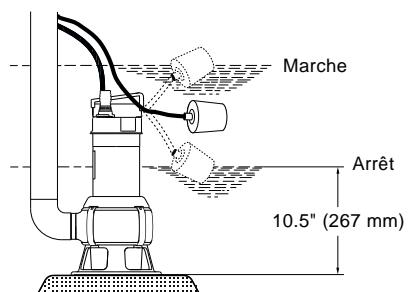

Fig. 6 Niveaux marche/arrêt
- La pompe est immergée. Pendant le fonctionnement normal, la pompe doit se trouver sous la surface du liquide. Voir fig. 6.